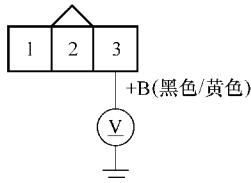

图 4-28 测试点火线圈 3 号端子
1) 将点火开关转至 LOCK (0) 位置。
4) 如图 4-28 所示, 测量故障气缸点火线圈 3 针插接器 3 号端子和车身搭铁之间的电压是否为蓄电池电压。